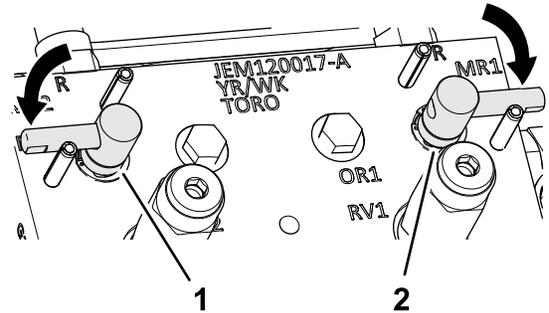

Figure 148
3. Tournez les leviers de rodage à la position F (tonte) (Figure 148).